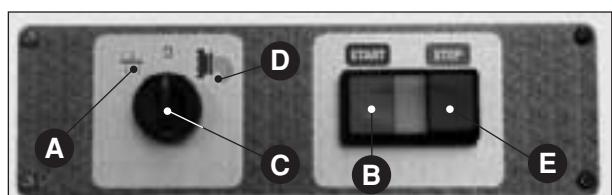

Fig. 11
- arrêter la machine en mettant le sélecteur sur la position "0" (**Fig. 11 C**) puis le tourner sur la position de pétrissage  (**Fig. 11 A**) pendant 10 à 15 secondes de manière à éliminer la pression sur la filière, due au produit;
- remettre enfin le sélecteur sur le "0" (**Fig. 11 C**), ou bien appuyer sur le bouton-poussoir d'arrêt (**Fig. 11 E**);
- Qu'en position "0" (Fig. 11 C) tous les organes de la machine sont immobiles; en position "filière" (Fig. 11 D) le malaxeur tourne dans un sens; la vis de sélection doit tourner dans le même sens (vérifier par les fentes du capot); en position "malaxer" (Fig. 11 A) les organes doivent tourner dans le sens contraire.